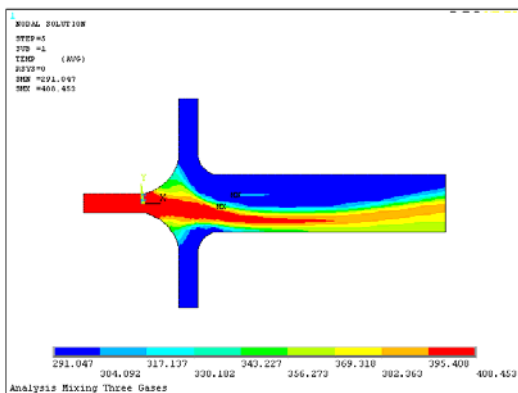

图 10-104 温度场分布等值线图
③在“Item to be contoured”列表中, 选择 Nodal Solution→DOF Solution→Nodal Temperature, 单击“OK”按钮, “ANSYS”窗口将显示如图 10-104 所示的温度场分布等值线图。